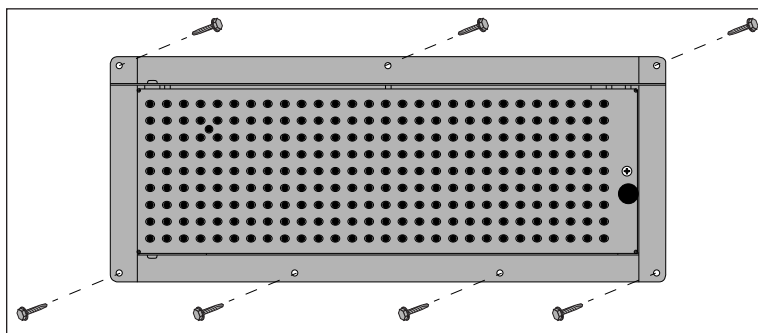

Figure 22: Fixer l'afficheur dans la structure du panneau
2. Percez les épaulements avant de l'armoire pour fixer l'afficheur à la structure de base à l'aide d'un matériel approprié pour les conditions du lieu, comme indiqué en **Figure 22**. Les spécificités du lieu dicteront les variations et les méthodes de montage appropriées.